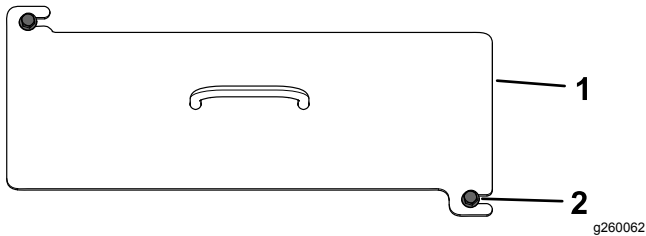

Figura 43
2. Afloje los 2 pernos que sujetan la cubierta delantera a la máquina (Figura 43).